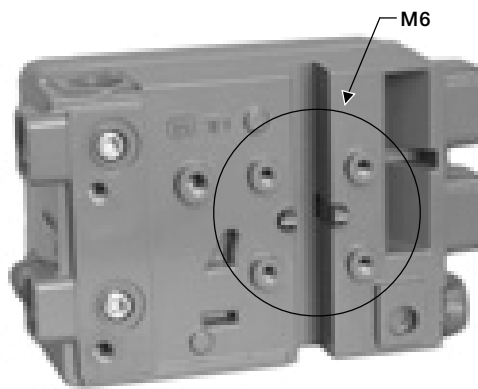

图2-13. DVC2000 用于旋转式执行机构的安装孔
3. 用 4 个安装螺栓把数字式阀门控制器固定到安装支架上，如图 2-13 所示。